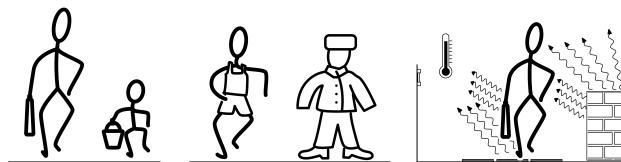

рисунок 5: Размер, изоляция и контрастность тепловых источников
- Размер теплового источника, например взрослый или ребенок (рисунок 5)
- Температура теплового источника: интенсивность излучения поверхности с температурой 37 °C выше чем с температурой 10 °C (рисунок 5).
- Направление движения: при пересечении луча распознавания тангенциально (по касательной), как правило, возникает скачок сигнала датчика, который может быть хорошо распознан. И наоборот, если тепловой источник совершает движение радиально (поперек) в направлении датчика, то изменение сигнала датчика происходит, скорее, инертно. Таким образом, значительно усложняется идентификация относительно базового шумового фона (рисунок 5).